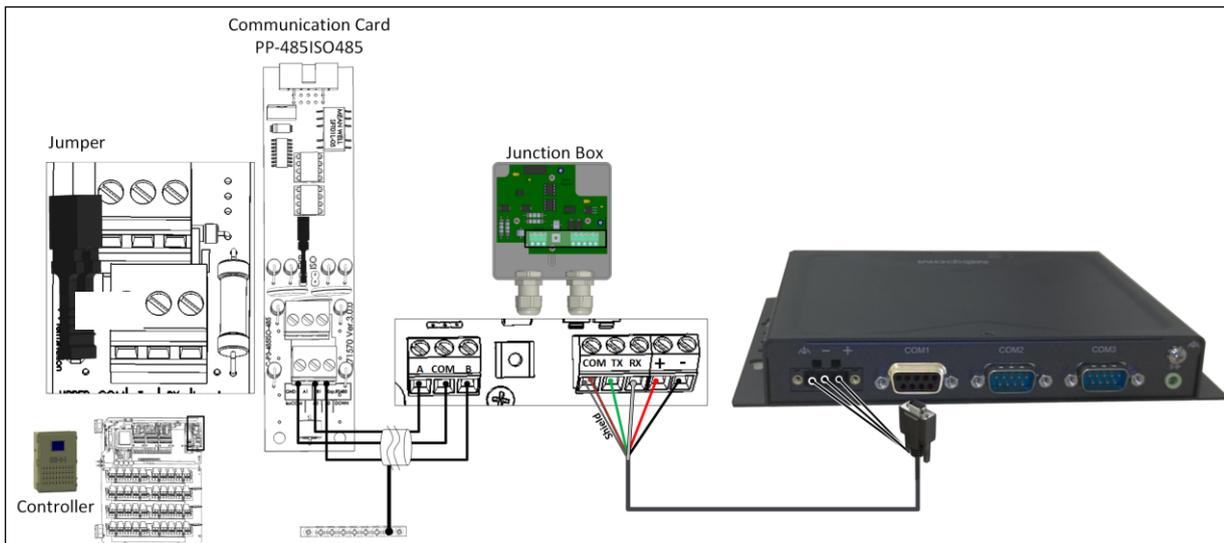

Figura 45: Terminación de Comm-Box – Controlador
- No hay necesidad de instalar una resistencia de terminación externa de 120 ohmios en la Platinum Pro/Rotem One. Ponga un puente en la tarjeta de comunicación en la unidad ubicada al final de la cadena (Figura 45).